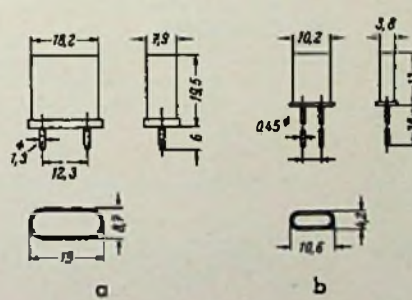

Bild 11. Maßskizzen von Quarzen in Metallkappen. a) Lorenz H-208 (entspricht USA-Typen HC-8/U), b) Lorenz H-215 (Subminiaturhalter)
**Metallhalter.** Neben Sonderausführungen in Metallhauben, wie etwa den von Dr. Steeg & Reuter als Nachbestückung für den verbreiteten amerikanischen Frequenzmesser BC 221 gebauten 1000-kHz-Eichquarzen, geht die Technik mehr und mehr zu den in kleine Metallhauben eingesetzten Schwingquarzen über, deren Abmessungen und Konstruktion den USA-Typen HC-8/U, HC-13/U und HC-17/U gleichen. Daneben gibt es Subminiaturausführungen (Beispiel: Lorenz H-215), wie in Bild 11 skizziert, und Metallhalter mit Octal-
Der Stiftabstand der HC-Typen (vgl. Bild 11) beträgt stets 12,3 mm, die Breite der Kappe 18,2 mm und die Breite des Sockels 19 mm (Bild 15). Die Kappen werden aus einer Nickellegierung gefertigt, die Stifte aus Kovarlegierung und der Boden aus Spezialglas. In der Heratellung wird die Kappe auf den Metallrand des Glaskolbens luftdicht aufgelötet; manchmal bringt man noch eine Bohrung an, durch die der Innenraum mit trockenem Stickstoff gefüllt wird, wie schon erwähnt wurde.
hauben eingesetzten Schwingquarzen über, deren Abmessungen und Konstruktion den USA-Typen HC-8/U, HC-13/U und HC-17/U gleichen. Daneben gibt es Subminiaturausführungen (Beispiel: Lorenz H-215), wie in Bild 11 skizziert, und Metallhalter mit Octal-